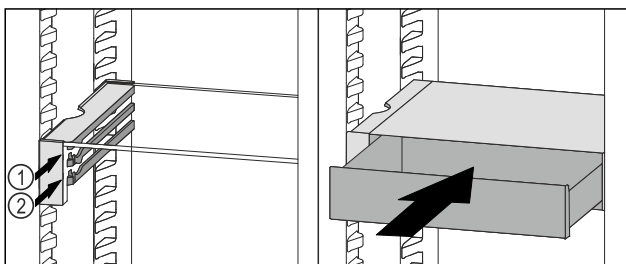

Fig. 111
- VarioSafe-Schubfach hinter den Stopperrn auf gewünschter Rippe *Fig. 111 (1)* oder *Fig. 111 (2)* aufsetzen.